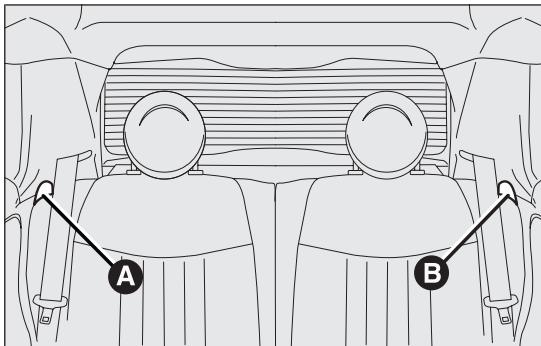

Abb. 58
- Betätigen Sie die Hebel A Abb. 58 oder B, um den linken oder rechten Teil der Rückenlehne zu entriegeln und auf das Sitzkissen abzusenken.
- Die Hebel A Abb. 58 und B betätigen, um die Rückenlehnen zu entriegeln und auf das Kissen zu begleiten.